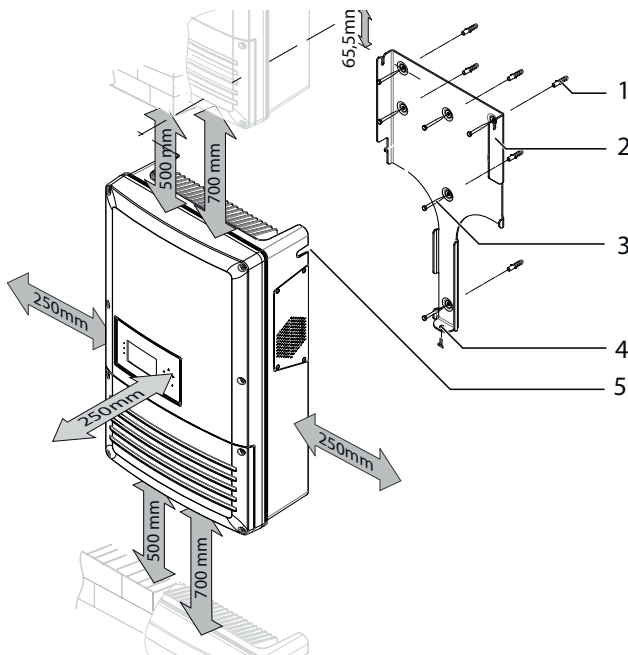
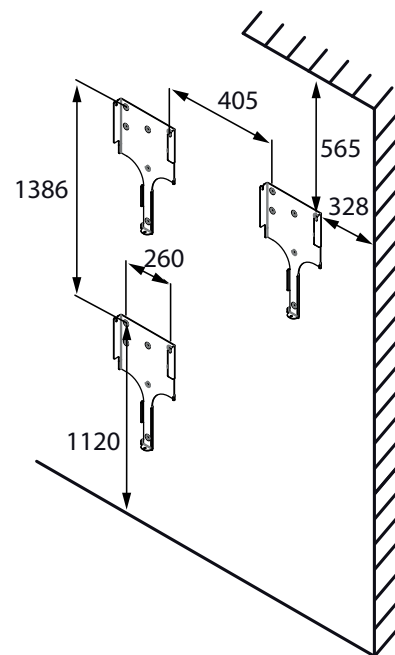

Bild 5: Mindestabstände/Montageplatte
Bild 6: Bohrabstände (in mm)
- Mindestabstände bei der Montage beachten: Bild 5 und Bild 6 auf Seite 4